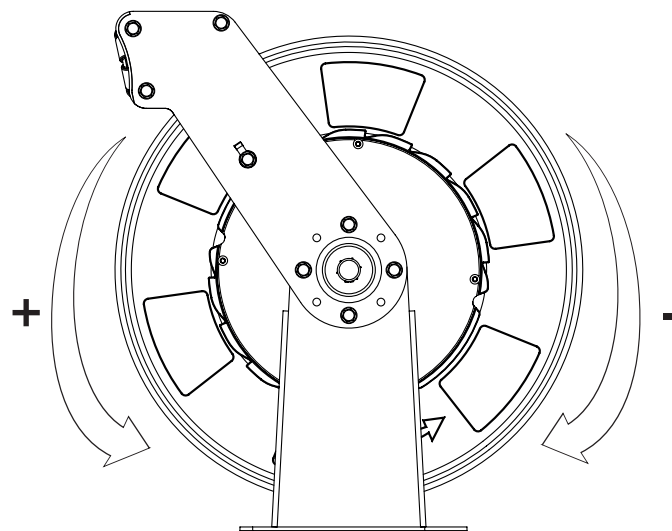

Fig. 5
3. Start to rewind the hose, turning the spool manually until the hose is completely wound around the spool (the power spring still will be with no tension). Apply the pre-tension to the power spring by turning the spool in positively direction as shown in (fig. 5). Do not apply more pre-tension turns than shown in table 1, the power spring could be damaged.
3. Comience a recoger la manguera girando el tambor manualmente hasta que quede enrollada totalmente (el resorte deberá seguir neutro). Aplique entonces pretensión al resorte en sentido positivo según (fig. 5). No se debe aplicar más pretensión de la indicada la tabla 1, pues el resorte podría resultar dañado.
6. Apply the pre-tension to the power spring as shown in table 1, by turning the spool in positively direction as shown in (fig. 5). Do not apply more pre-tension turns than shown in table 1, the power spring could be damaged.
6. Aplique de pretensión según tabla 1, en sentido positivo según (fig. 5). No se debe aplicar más pretensión de la indicada pues el resorte podría resultar dañado.
4. Turn the spool to increase or decrease the power spring (fig. 5).
4. Haga girar el tambor para incrementar o disminuir la tensión según (fig. 5).